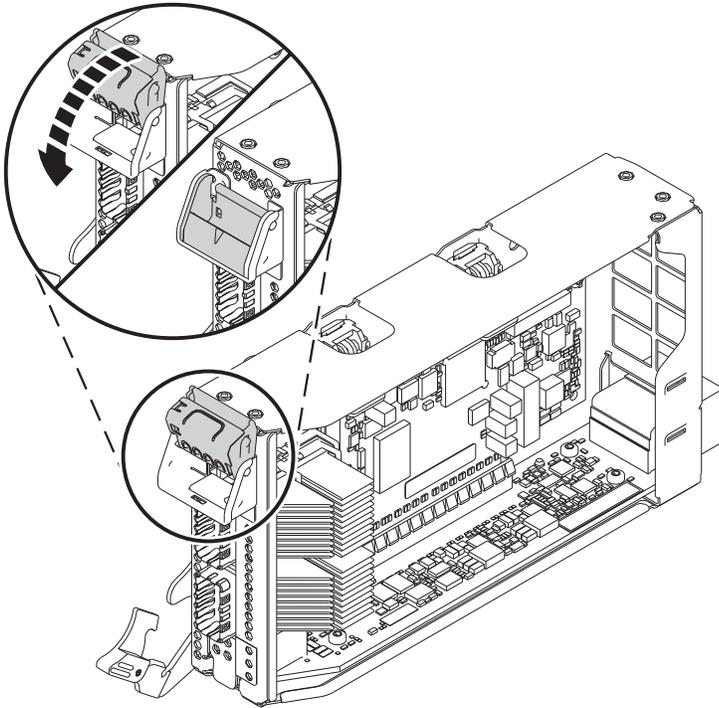

Abbildung 18. Adapter mit halber Länge und niedrigem Profil in der PCIe-Adapterkassette installieren
- c. Drehen Sie die Kassettenverriegelung wie in Abb. 18 auf Seite 20 dargestellt, damit der Adapter einrastet.